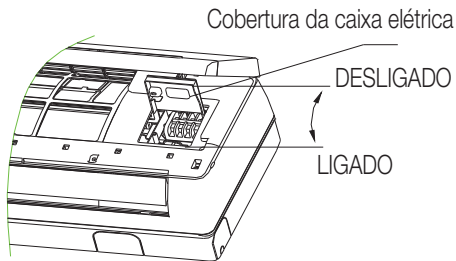

Fig. 12
- Desenrosque o parafuso na tampa da caixa das ligações. (Fig. 12)